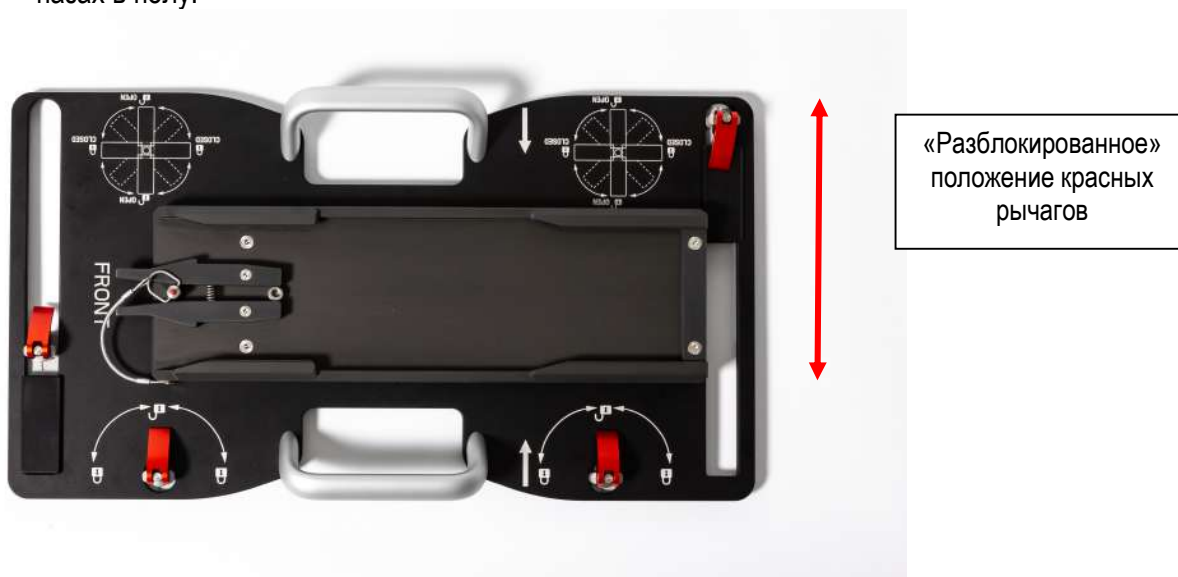

Рисунок 1
1. Перевести «быстросменные крепежные детали» в «разблокированное» положение, т.е. **4 красных рычага** должны быть параллельны короткой стороне устройства (Рисунок 1). Таким образом, пластинодержатель ESMOLIFE для автомобиля скорой помощи готов к закреплению на направляющих пазах в полу.